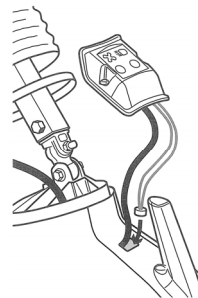

Fig.15
5) スポットライトのケーブルをフード内部に挿入してください。(Fig.15)